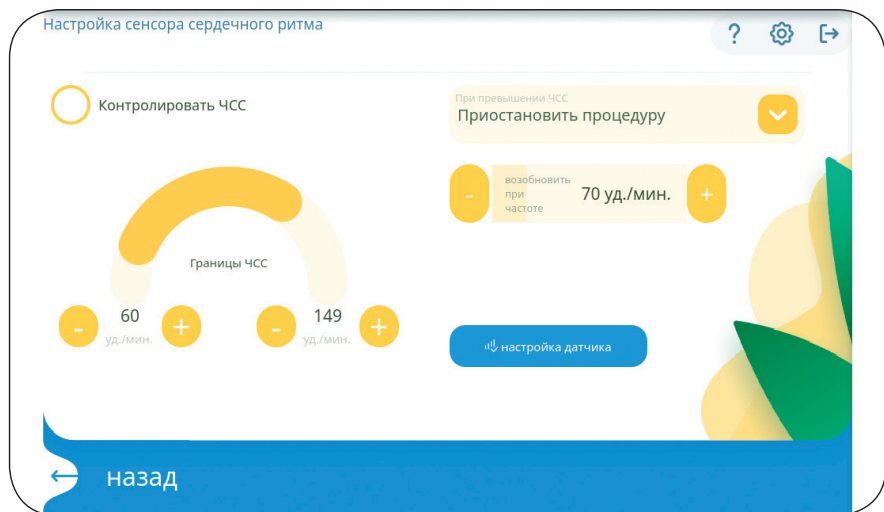

Рисунок 21
- приостановить процедуру. Процедура будет продолжена автоматически при снижении показаний ЧСС до установленных значений (см. рис. 21).